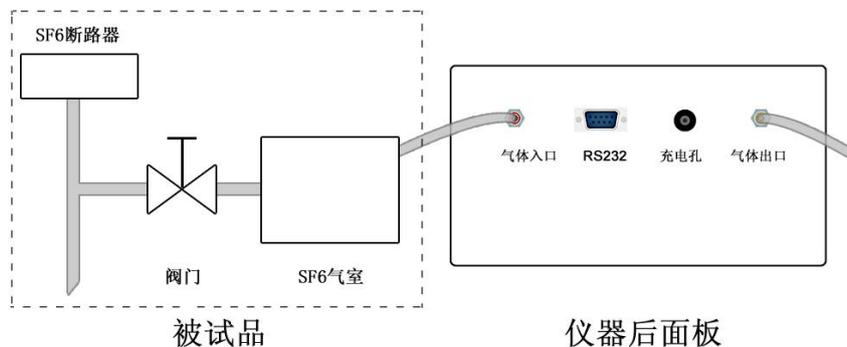

图 4 正确接线
按图 4 所示连接方法正确连接仪器的进气管和出气管。
注意：①按图 4 正确连接测量管道，不要将进气管和出气管接反；②进气管和 SF₆ 设备的螺母接头要用扳手拧紧；③出气管另一端应指向下风方向，或用专门的设备收集废气。